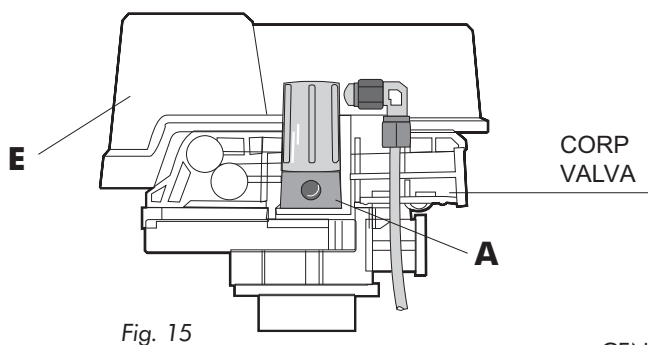

Fig. 15
- Legati un capat al cablului la centralina (vezi fig.16 poz.C) si celalalt - conectorul D- la timerul grupului hidraulic (vezi Fig.15 poz.E) .